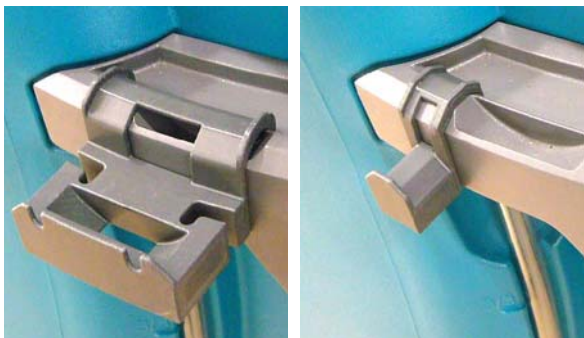

РИС. 35
**ДОПОЛНИТЕЛЬНЫЕ ЗАЖИМЫ (опция).** Если модель оснащена дополнительными зажимами, данные зажимы легко закреплять на направляющих и снимать с них. Предназначены они для хранения различных предметов (Рисунок 35).